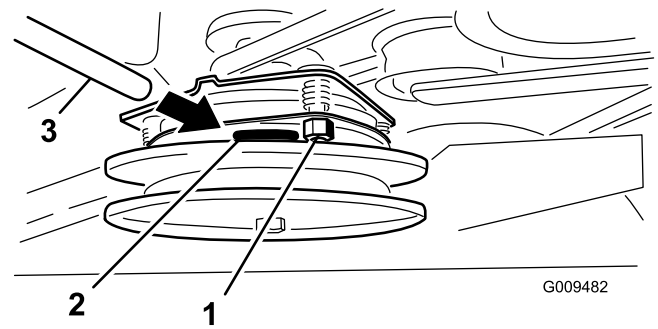

Figure 54
3. Serrez les contre-écrous jusqu'à ce la jauge d'épaisseur fléchisse légèrement mais puisse bouger facilement dans l'entrefer (Figure 54).